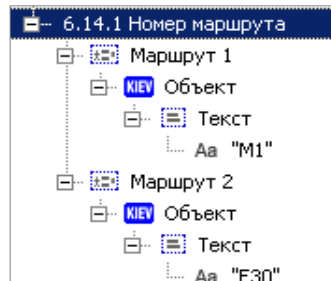

Рис. 6.12
15. Этот знак будет состоять из двух маршрутов (рис. 6.12). Выделите строку **6.14.1 Номер маршрута** и выберите команду **Маршрут**.